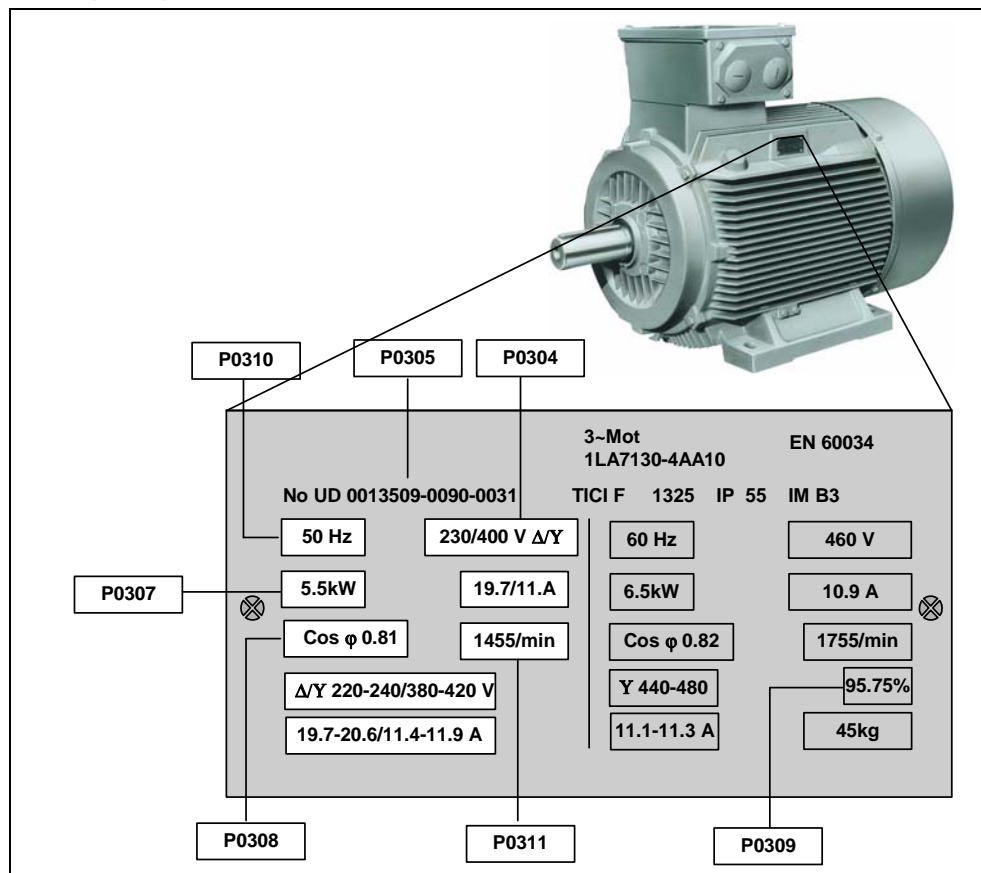

Figura 3-8 Ejemplo placa de características típica motor (los datos en la placa del tipo sólo son a título ejemplar).
3. El convertidor está programado de fábrica para aplicaciones estándar asociado a motores estándar de cuatro polos de Siemens con la misma potencia nominal que el convertidor. Si se utilizan otros motores es necesario introducir sus especificaciones tomadas de la placa de características correspondiente. En la Figura 3-8 puede verse la forma de leer los datos del motor.